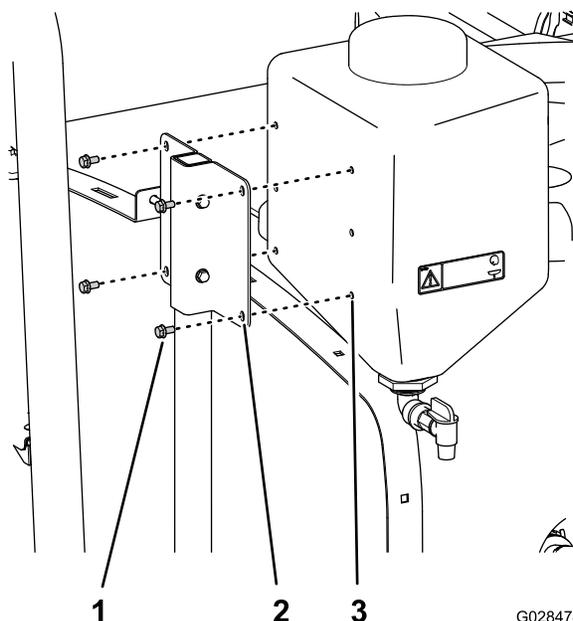

Рисунок 37
5. Совместите резьбовые вставки в баке пресной воды с отверстиями в креплении бака пресной воды (Рисунок 37).
6. Прикрепите бак для свежей воды к узлу крепления (Рисунок 37) с помощью 4 болтов с фланцевыми головками (5/16 x $\frac{5}{8}$ дюйма).